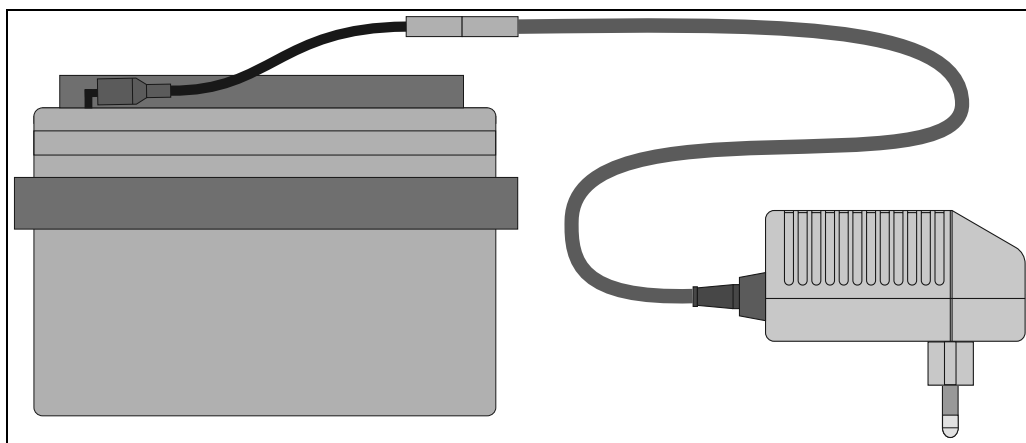

Fig. 6 : Chargeur avec accu
1. Raccordez la prise de charge du chargeur à l'accu (→ fig. 6)